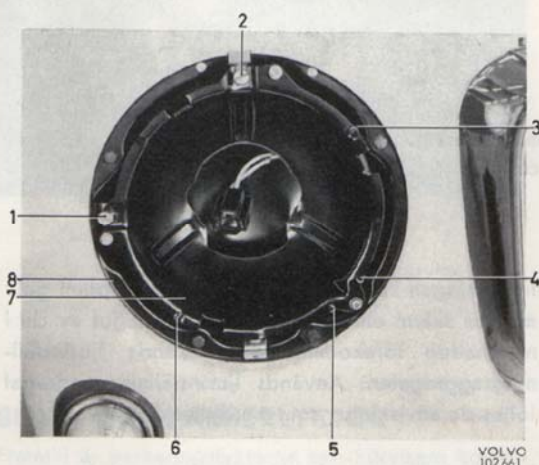

Bild 78. Strålkastarkåpor.
4. Lossa skruvarna (1 och 2 bild 78) för strålkastarens inställning 8—10 varv. Kroka av fjädrarna (3—6) från glidkåpan (7). Lyft bort glidkåpan från skyddskåpan (8).
Justering sker genom vridning av skruvarna 1 och 2 bild 78.